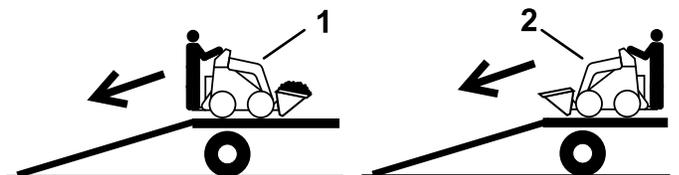

図 16
2. 機体の前後のうち重い方を上登り側にし、荷を低くして降ろす 図 16。